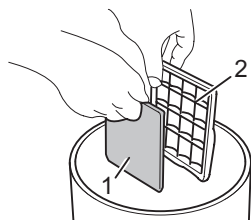

Abb. 24
3. Trennen Sie den Motorschutzfilter (Abb. 24/1) vom Filterhalter (Abb. 24/2) über einem Mülleimer.